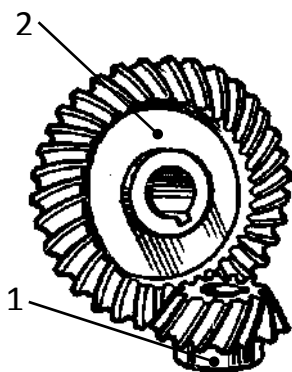

Рис. 2.1. Конструкция конической передачи
Коническая зубчатая передача (рис. 2.1) состоит из двух зубчатых колес, передающих нагрузку посредством последовательного зацепления зубьев. Меньшее зубчатое колесо называется шестерней (1), большее – зубчатым колесом (2). Термин «зубчатое колесо» является общим, т.е. относится как к шестерне, так и к колесу.